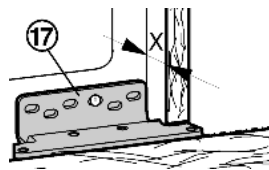

Fig. 30
- ▶ Mesurer l'écart (X) entre l'arête avant de la paroi latérale du meuble et l'appareil, en bas sur la charnière Fig. 30 (17).
- ▶ Mesurer à nouveau l'écart (X) entre l'arête avant de la paroi latérale du meuble et l'appareil, en bas sur la charnière Fig. 30 (17).